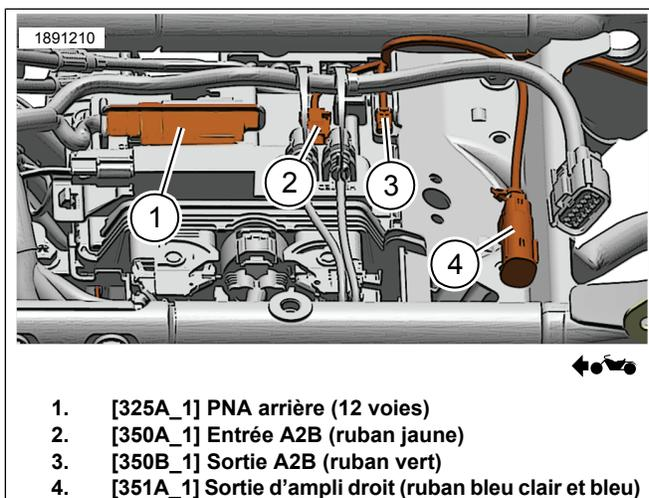

Figure 7. Vue du dessus de l'acheminement du faisceau externe sous la selle
- a. Voir la figure 7. Connecter le connecteur externe du faisceau de sacoche gauche [351B] au connecteur de faisceau de sortie de l'amplificateur de sacoche droit [351A] (4) (tous deux identifiés par du ruban adhésif bleu).